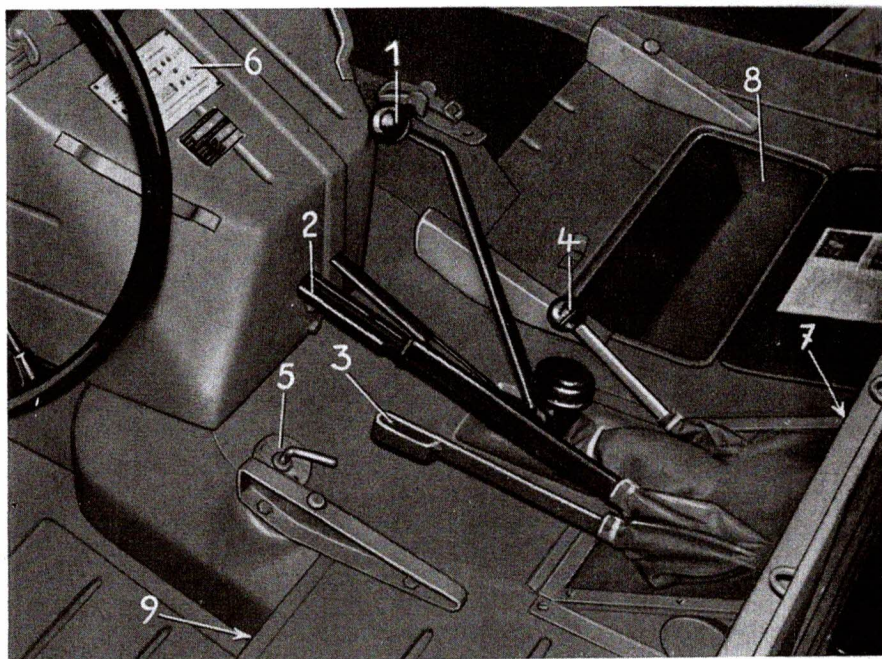

Fig. 4 Leviers
2. **Le niveau d'huile du carter** doit être vérifié avec la jauge d'huile préalablement essuyée lorsque le véhicule est bien horizontal. Le niveau doit se situer entre le repère supérieur et le repère inférieur de la jauge et ne doit jamais dépasser le repère supérieur. La jauge se trouve à l'avant, sur la gauche du moteur (figure 4).
Le robinet inverseur, à côté du siège du conducteur (voir figure 4, point 5), doit d'abord se trouver sur « position  »; le carburant est alors pompé du réservoir AV par le tube de jonction jusqu'à ce que le niveau de carburant soit plus bas que le tube de jonction. Le restant (45 litres) de carburant dans le réservoir AV sert de réserve, et est pompé du réservoir AV une fois que le robinet a été mis sur «**Reserve**». En service tous-terrains, du carburant peut alors de nouveau couler dans le réservoir AR; il convient donc, en cas de besoin, de remettre le robinet sur «**Réservoir AR**». L'indicateur de niveau de carburant indique le niveau pour le réservoir AR.